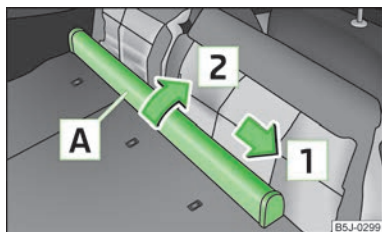

Fig. 55
- Împingeți carcasa peretelui despărțitor din plasă **A** » fig. 55 în sensul săgeții **1** și scoateți-o din prinderea spătarului dreapta, în sensul săgeții **2**.